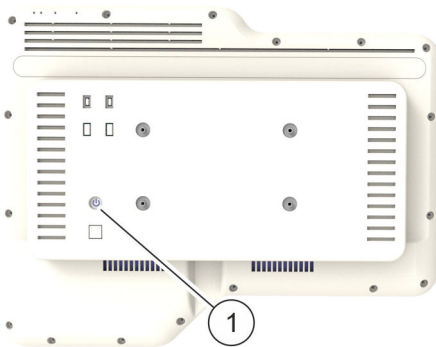

Abb. 5: Ein-/Ausschalter am Terminal
1. ➔ Ein-/Ausschalter (Abb. 5/1) drücken, um das Terminal einzuschalten.
3. ➔ Ein-/Ausschalter (Abb. 5/1) drücken, um das Terminal auszuschalten.